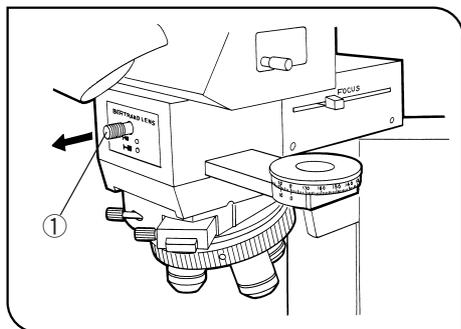

図 25
- 2) ベルトランレンズ挿脱つまみ①を引出してOUT位置(○印)にします。(図25)
- 5) ベルトランレンズ挿脱つまみ①を押し込みIN位置(●印)のコンスコープ観察にします。